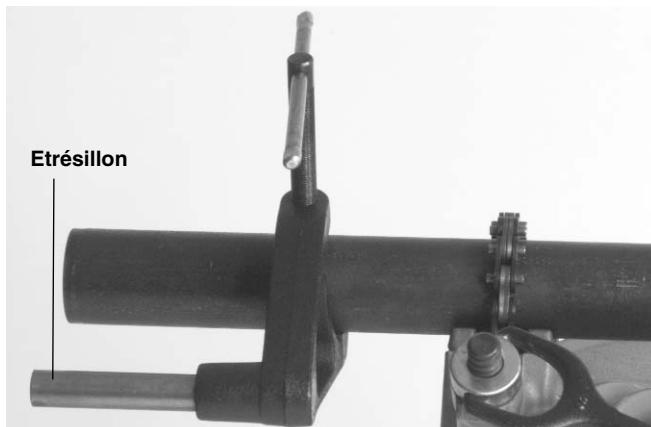

Figure 4 – Utilisation de l'étrésillon n° 691 lors du filetage des tuyaux Ø $\frac{3}{4}$ po ou plus
- Positionnez l'étrésillon n° 691 sur le tuyau de manière à ce que son extrémité s'aligne sur l'extrémité du tuyau (*Figures 4 et 5*). Assurez-vous que les mâchoires s'engagent bien d'équerre sur le tuyau, puis serrez la poignée à fond afin d'empêcher le dérapage des mâchoires.